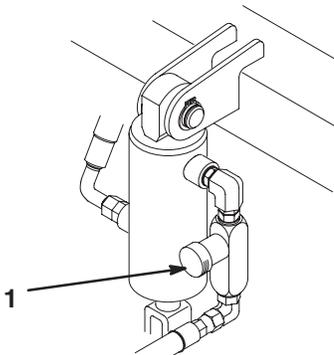

Bild 53
Der Kreis für das Anheben bzw. Absenken der Mähwerke ist mit einem Flusssteuerungsventil ausgerüstet (Bild 53). Dieses Ventil wird im Werk um ungefähr 3 Umdrehungen geöffnet. Zum Ausgleichen unterschiedlicher Hydrauliköltemperaturen und Mähgeschwindigkeiten usw. müssen Sie dieses Ventil jedoch u. U. einstellen. Gehen Sie dabei folgendermaßen vor:
1. Heben Sie den Sitz an und finden Sie das Stromventil (Bild 53), das sich neben dem Hydraulikzylinder am mittleren Zuggestell befindet.